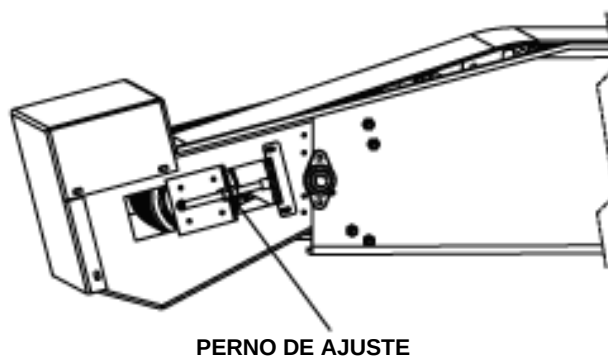

Fig. 4-3 La tensión de la cinta de la cinta transportadora se ajuste girando los tornillos de ajuste en la base del extremo final de la cinta transportadora.
- 5.) 5.) Si el espacio es mayor que la distancia especificada, tense la cinta ajustando los tornillos de ajuste en el extremo inferior de la cinta transportadora (consulte la Fig. 4-3). Si el espacio es menor que la distancia especificada, afloje la cinta de forma similar. Hacer funcionar la cinta transportadora con la cinta demasiado apretada puede dañar la cinta y causar un desgaste excesivo.